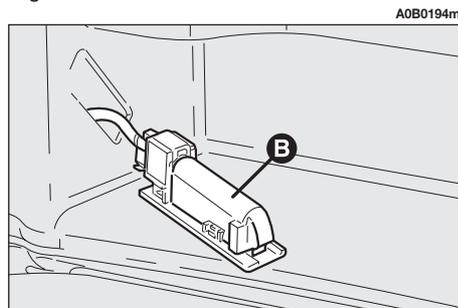

fig. 62
– Rimuovere la protezione (**B-fig. 62**).
- Rimontare la protezione (**B-fig. 62**).